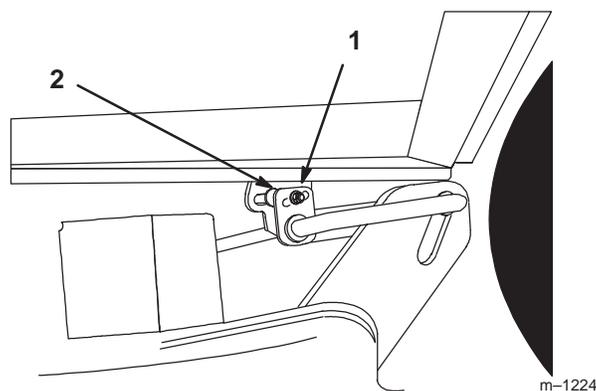

Figure 10
4. Desserrez le boulon de réglage d'un côté et tournez le support de suspension pour élever ou abaisser le plateau (Fig. 10).